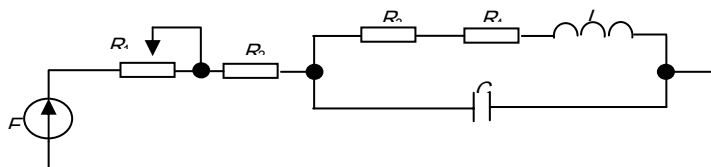

Рис. 4.1
- установить сопротивление  $R_1 + R_2 = 9 \text{ кОм}$ ; собрать схему, показанную на рис. 4.1;